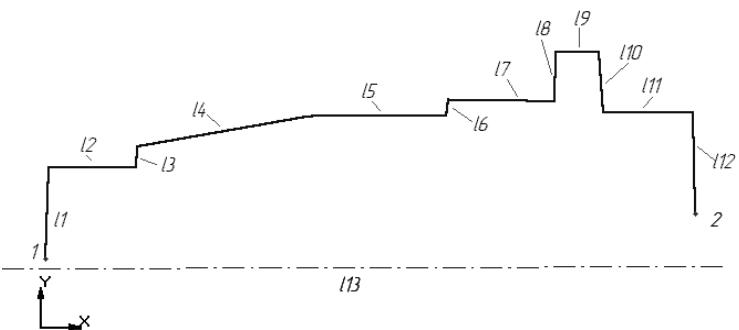

Рис. 2
6. Вызовите команду **Непрерывный ввод**  и произвольно изобразите замкнутый контур согласно рис.2.
9. Вызовите команду **Горизонталь**  и установите это отношение для отрезков *l2, l5, l7, l9, l11* и *l13* (см. рис.2).
*l1, l3, l6, l8, l10* и *l12* (см. рис.2).